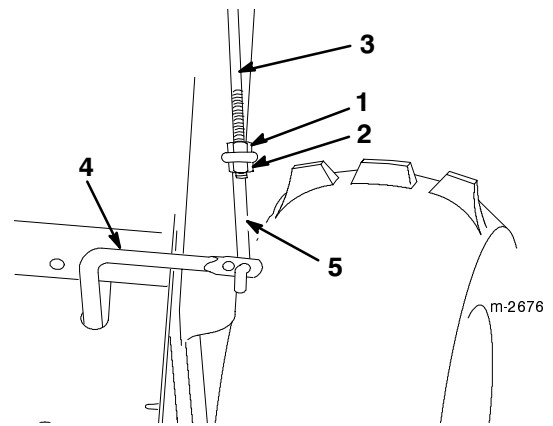

Figure 9
- Vissez un écrou à embase (embase vers le bas) sur la tige de commande supérieure située sur le mancheron de droite (Fig. 9).
- Passez la tringle inférieure dans le trou extérieur de la tige de commande inférieure (Fig. 9).
- Insérez la tige de commande supérieure dans la boucle de la tringle inférieure (Fig. 9).
- Vissez un contre-écrou à embase (embase vers le haut) sur le bas de la tige de commande supérieure, sous la boucle de la tringle inférieure (Fig. 9).
- Corrigez la position des contre-écrous si nécessaire pour obtenir cet écartement, puis serrez solidement les contre-écrous (Fig. 9).